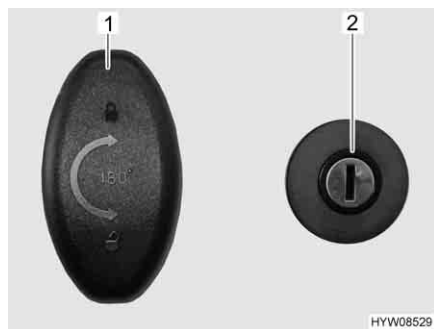

Fig. 57 Serratura della porta (porta del garage)
- Inserire la chiave nel cilindro della serratura (Fig. 57,2) e ruotare in senso orario. La chiusura centralizzata è sbloccata.
- Girare la la maniglia della serratura (Fig. 57,1) in senso antiorario di un mezzo giro e aprire la porta del garage.
- Girare la la maniglia della serratura (Fig. 57,1) in senso antiorario di un mezzo giro.
- Inserire la chiave nel cilindro della serratura (Fig. 57,2) e ruotare in senso antiorario. La chiusura centralizzata è bloccata.